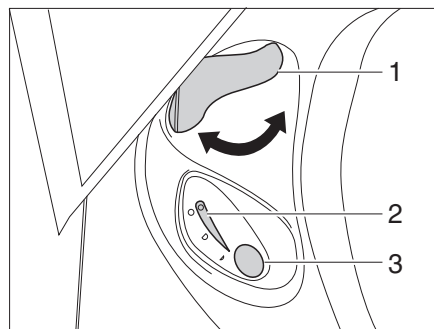

Fig. 162 Centralina di controllo toilette Thetford
- Prima di tirare l'acqua, aprire il cursore della toilette Thetford. A tal fine ruotare la leva del cursore (Fig. 162,1) in senso antiorario.
- Per sciacquare premere il pulsante blu (Fig. 162,3).
- Dopo aver tirato l'acqua chiudere il cursore. Ruotare la leva del cursore (Fig. 162,1) in senso orario.
Quando la cassetta Thetford è piena e deve venire svuotata, la spia di controllo (Fig. 162,2) si accende.
- Ruotare la leva del cursore (Fig. 162,1) in senso orario. Il cursore viene chiuso. Per svuotare il cursore **deve** essere chiuso nella toilette Thetford.